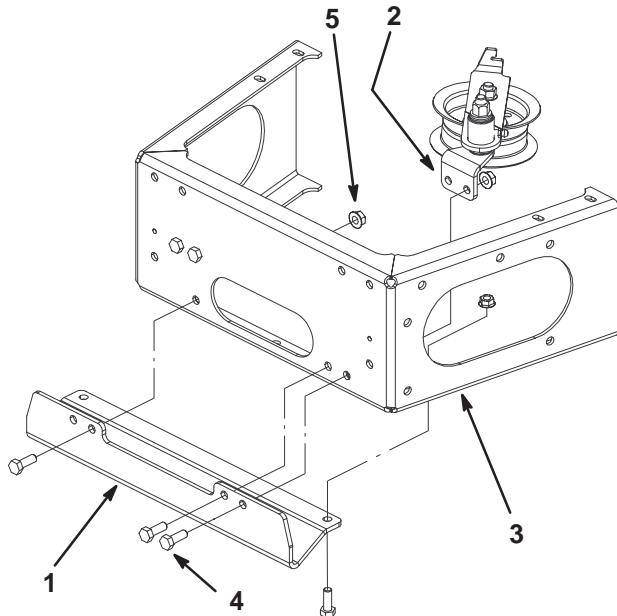

Figure 9
2. Montez la plaque de protection et le support de la poulie de tension sur le pare-chocs arrière à l'aide de 3 boulons (5/16 x 7/8 pouce) et 3 écrous à collerette (5/16 pouce) (Fig. 9).
3. Montez la plaque de protection au bas du pare-chocs arrière à l'aide de 2 boulons (5/16 x 7/8 pouce) et 2 écrous à collettes (5/16 pouce) (Fig. 9).